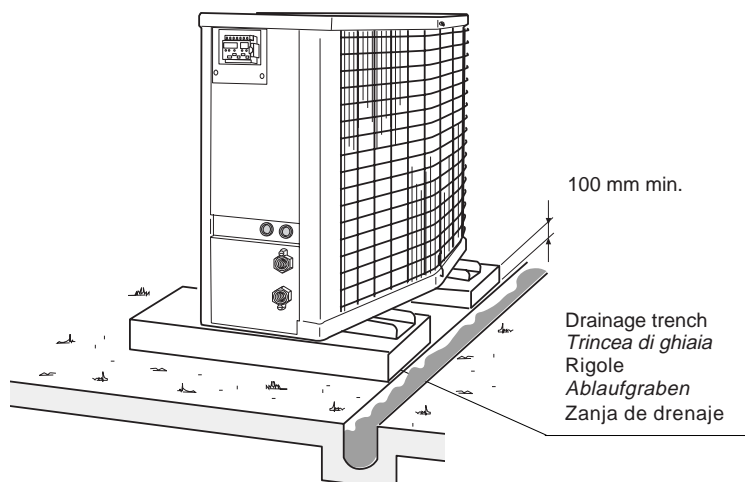

fig. 6
Brick, concrete or timber bearers under the unit feet will serve this purpose (fig 6).
- **30EQ**: Elevare l'unità almeno 100 mm dal piano di appoggio per permettere un facile drenaggio dell'acqua di sbrinamento ed evitare l'accumulo di ghiaccio. Allo scopo devono essere previsti 2 supporti in corrispondenza dei piedi di appoggio del basamento o del modulo aggiuntivo (fig.6).
- **30EQ:** surélever l'unité extérieure d'au moins 100 mm par rapport à la surface portante afin de faciliter l'écoulement de l'eau du dégivrage, de ne pas gêner la circulation de l'air et d'éviter l'accumulation de neige. A cet effet, placer l'unité sur deux briques, parpaings ou poutrelles, comme le montre la figure 6.
- **30EQ:** *Unter dem Gerät muß mindestens 100 mm frei sein, damit das Abtauwasser ablaufen kann und um eine Ansammlung von Schnee zu verhindern, die den Luftstrom behindern würde. Zu diesem Zweck eignen sich Backstein-, Beton- oder Holzträger unter dem Gerät (Abb. 6)*
- **30EQ:** Las unidades deben tener un espacio libre de por lo menos 100 mm por debajo de las mismas para permitir un fácil drenaje del desescarche y evitar la acumulación de hielo. Con este fin pueden preverse unos soportes de ladrillo, cemento o madera debajo de los pies de la unidad (Fig 6).